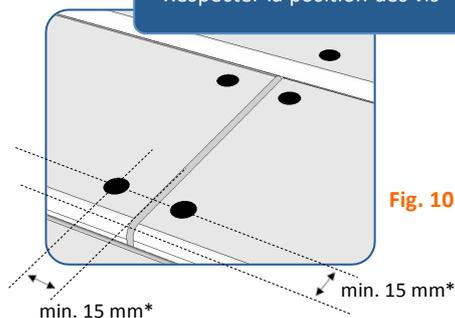

Fig. 10
- Puis **visser** avec des vis Inox A2 ou A4 (Fig. 8 & Fig. 10). selon l'essence de bois et l'exposition au milieu marin.
- Puis **visser** avec les vis Inox A2 ou A4 (Fig. 8 & Fig. 10).